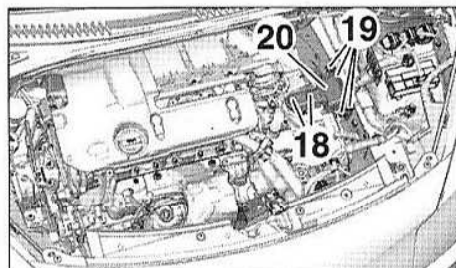

FIG.8
- les vis (18) (Fig.8),
- les vis (19) et le support (20),